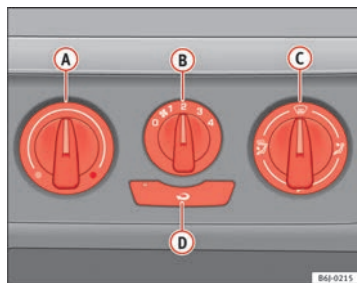

Fig. 102 Sur la planche de bord : éléments de commande du chauffage
- Les régulateurs **A** et **C** et la commande **B** ⇒ fig. 102 permettent de régler la température, la distribution de l'air et la vitesse de la turbine.